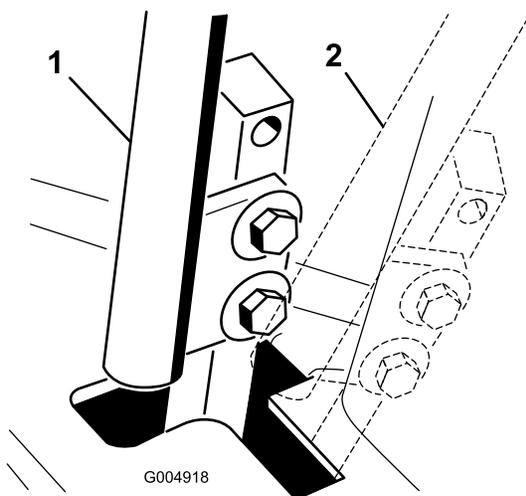

Figura 54
- Desloque a alavanca para a posição de PONTO-MORTO, mas não **bloqueada** (Figura 54).
- Verifique onde é que a alavanca de controlo está relativamente ao entalhe na consola (Figura 54).